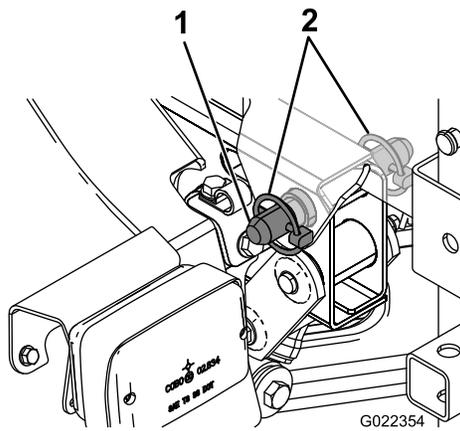

Bild 10
- Fluchten Sie die Löcher in den Drehansätzen hinten am Behältergestell mit den Löchern im Schwenkrohr der Ladepritsche am Ende des Fahrzeugrahmens aus (Bild 10).
6. Setzen Sie einen angeschrägten Lastösenbolzen und zwei Klapstecker in den Drehansatz ein, um den Behälter am Rahmen zu befestigen (Bild 10).